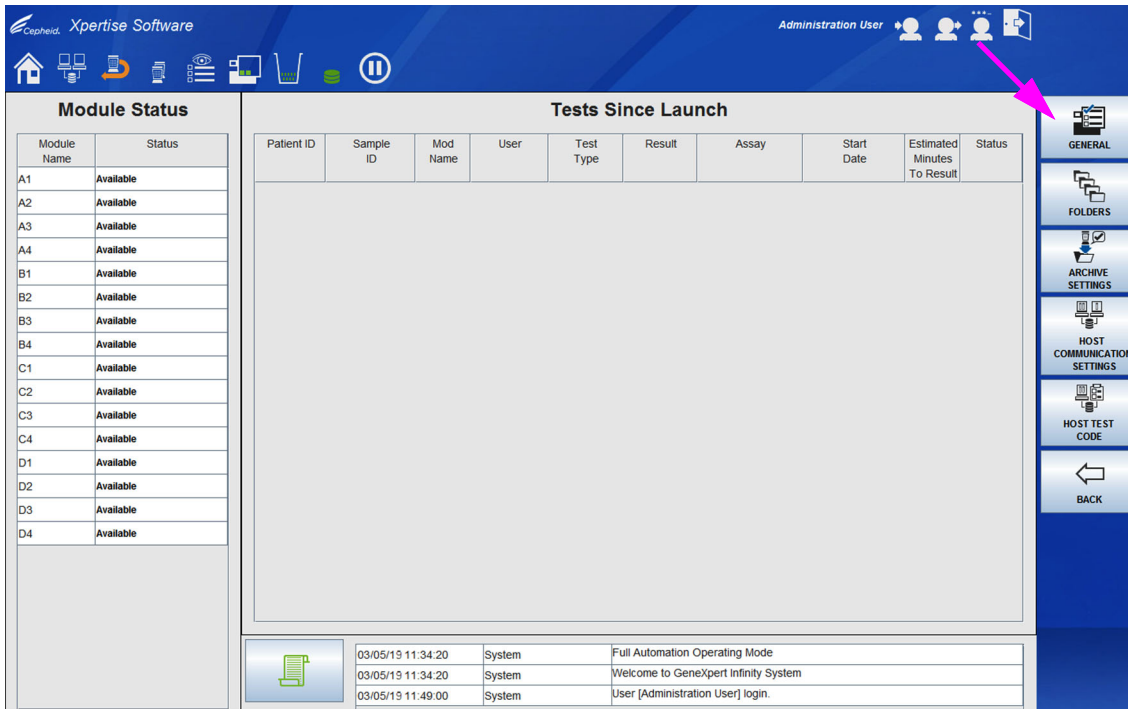
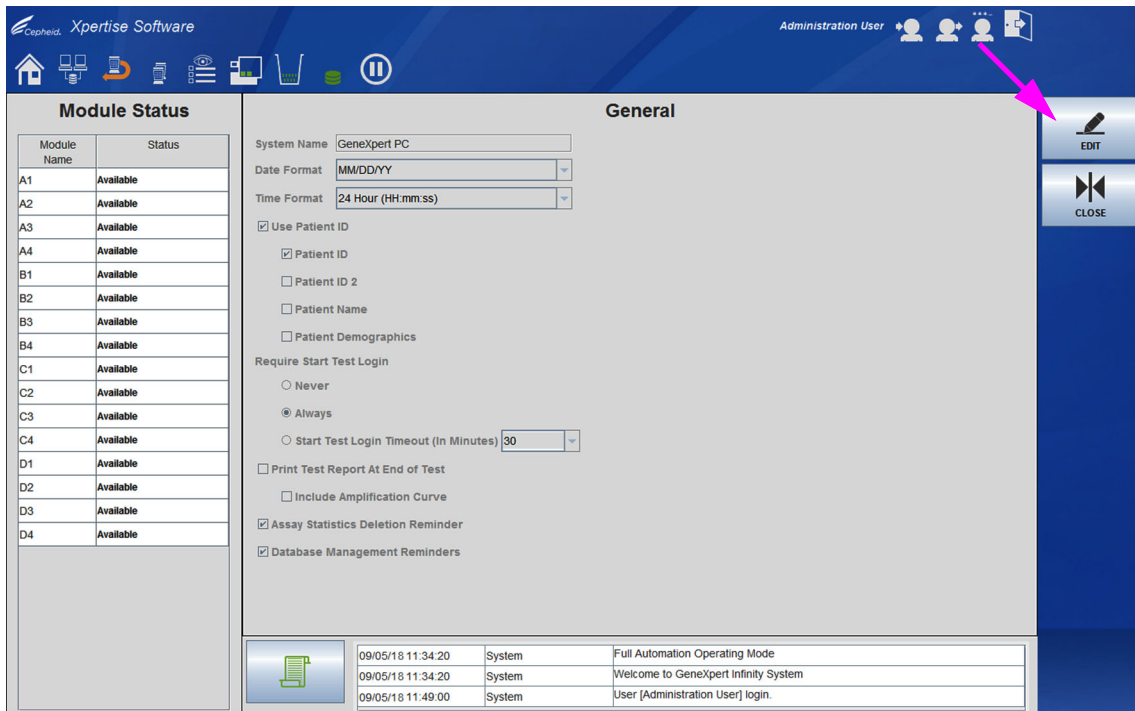
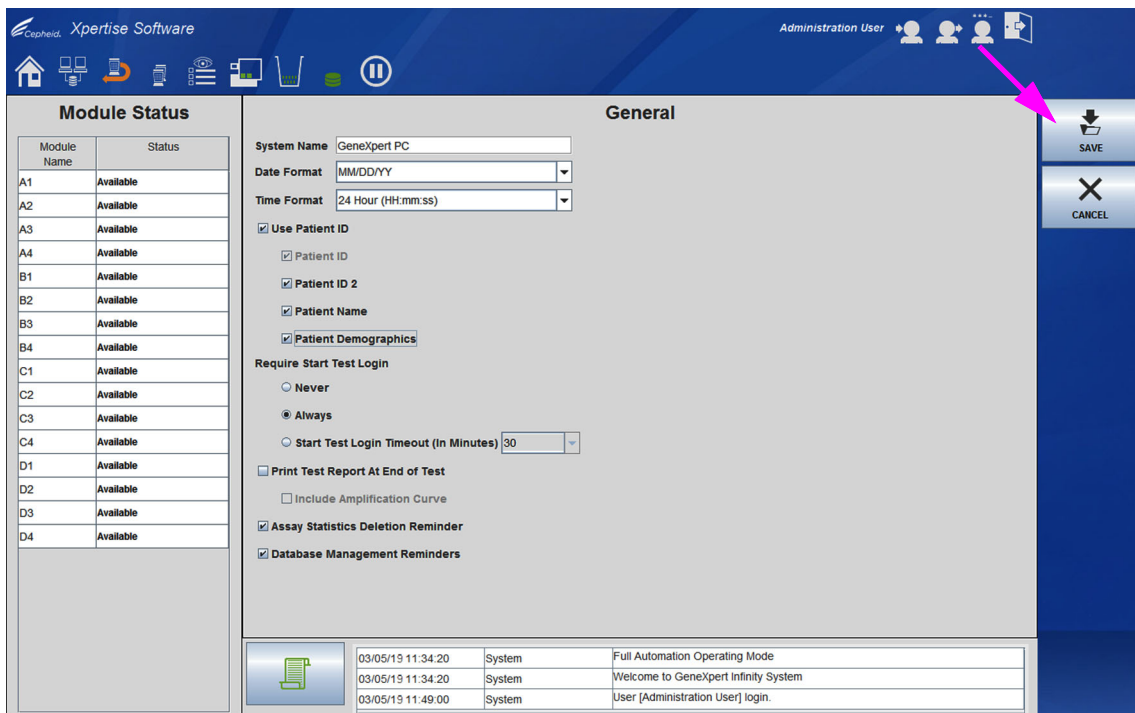

Figura 2-23. Menu Configuração do sistema
Figura 2-24. Área de trabalho General (Geral)
Figura 2-25. Área de trabalho General (Geral) ativada
2. Selecione o botão **GENERAL (GERAL)**. Ver Figura 2-23. É apresentada a área de trabalho General (Geral). Ver Figura 2-24.
3. Para ativar a área de trabalho General (Geral), selecione o botão **EDIT (EDITAR)**. Ver Figura 2-24. A área de trabalho General (Geral) está agora ativada e pode ser editada como mostrado na Figura 2-25.
6. Depois de preencher todos os itens na área de trabalho General (Geral), seleccione o botão **SAVE (GUARDAR)** para guardar as alterações (ver Figura 2-25) ou seleccione o botão **CANCEL (CANCELAR)** para cancelar as alterações.
2. Seleccione o botão **FOLDERS (PASTAS)** para mostrar a área de trabalho Folders (Pastas). Ver Figura 2-23.
2. Selecione o botão **ARCHIVE SETTINGS (DEFINIÇÕES DE ARQUIVO)** para mostrar a área de trabalho Archive Settings (Definições de arquivo). Ver Figura 2-23.